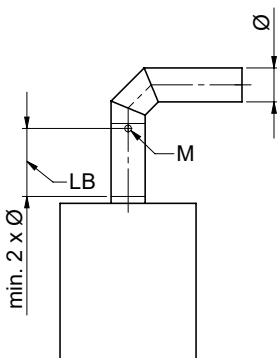
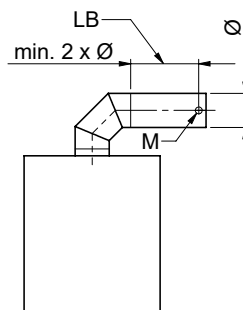

Fig. 128
Fig. 129
j) Messöffnung für Abgasmessung: Die Messöffnung muss außerhalb des Kessel sein (Fig. 128 und Fig. 129), daher Rohr mit Messöffnung verwenden oder im Edelstahl-Abgasrohr mit einem Edelstahl-Bohrer $\varnothing$ 11 mm bohren.
Die Messöffnung für Staubbmessung muss mindesten 2 x Durchmesser ($\varnothing$) des Abgasrohres nach einer geraden Beruhigungstrecke sein – Fig.128 und Fig.129.